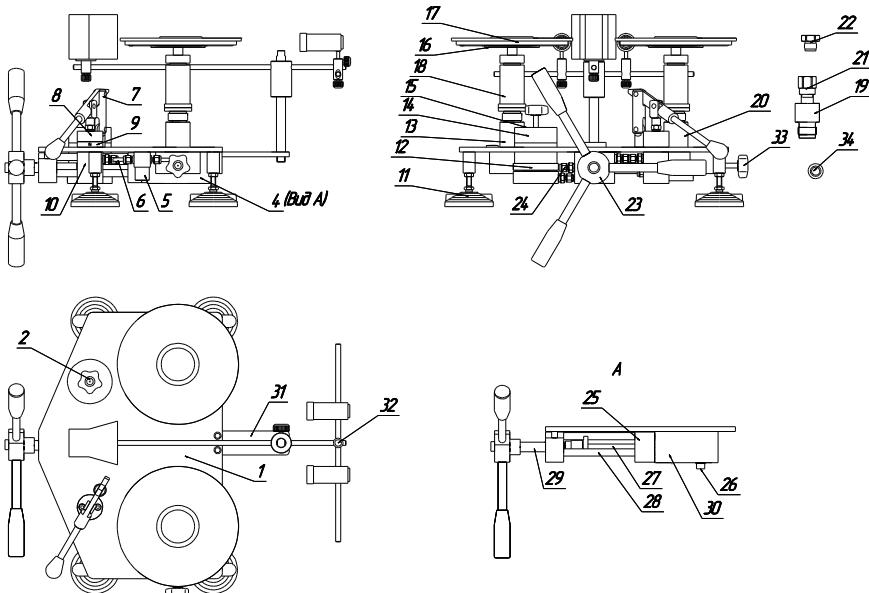

Рисунок 3. Манометр грузопоршневой МП-6...МП-16 в специализированном исполнении.
состоит из корпуса 10, направляющей втулки 8, уплотнительной шайбы 9 и системы рычагов. Ручной насос соединен с гидравлической системой манометра грузопоршневого с помощью трубок. С левой стороны расположен стакан 14 для рабочей жидкости и вентиль сброса давления 2. ИПС устанавливается на левую стойку (стойка ИПС), а поворяемые СИ устанавливаются либо на регулируемую стойку 20 (рис. 3,4) непосредственно или через переходник 19 (на приборах в специализированном исполнении), либо на стойку (стойки) 20 (рис 1,2) для поворяемого СИ с предварительно установленным переходником 19 (на приборах в обычном исполнении) при помощи присоединительной гайки 22. Для регулировки вертикального положения образцовой ИПС служат регулируемые опоры 11, а регулировка вертикального положения регулируемой стойки (на приборах в специализированном исполнении) осуществляется при помощи винтов крепления регулируемой стойки к плите. Плавная регулировка давления осуществляется штурвалом 23. Масло к узлам подаётся по соединительным трубкам 6, присоединённых при помощи фитингов 24. Для повышения надежности работы, а также для предотвращения повреждения устройства, в гидравлическую схему включен фильтр тонкой очистки 5.
6.6 Выдвиньте основной шток, вращая штурвал против часовой стрелки до упора, и закрутите запорный вентиль 33 (рисунок 3,4) (специализированное исполнение).
систему, следя за тем, чтобы масло не выплеснулось из корпуса ИПС и отверстий переходников (корпуса поверяемой ИПС), постоянно контролируя уровень масла в стакане (в случае необходимости долить). Когда уровень масла в отверстиях переходников поднимется до верхней кромки, то на переходники (переходник) необходимо установить присоединительные гайки, резинометаллические уплотнения и заглушки (на манометре грузопоршневом в обычном исполнении и манометре грузопоршневом специализированного исполнения при использовании на стойке 20 (рисунок 3, 4) переходника). Продолжайте качать масло до тех пор, пока оно не появится в канале цилиндра ИПС.
6.19 Установите основание 31 (рисунок 3,4) устройства для наблюдения за положением поршня (поршней) на основание манометра грузопоршневого.